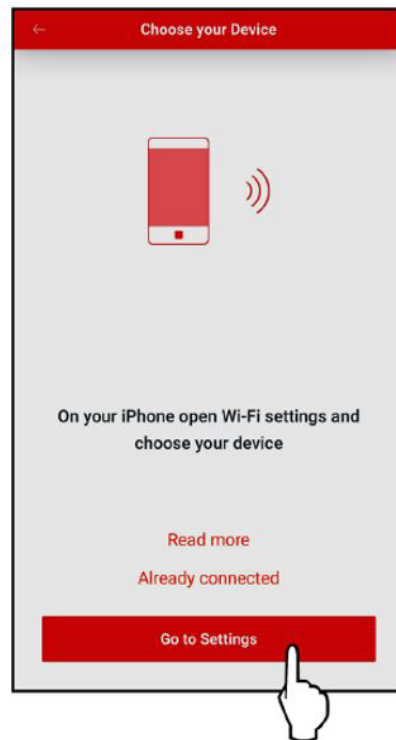

Figure 90. Appuyer sur Go To Settings
4. Appuyez sur le bouton "Go to Settings" sur l'écran "Choose your Device", voir **Figure 90**.